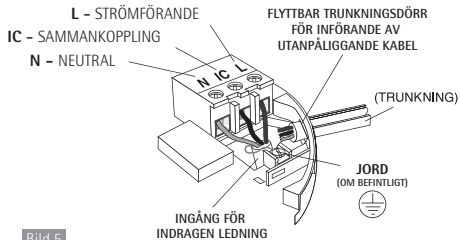

Bild 5
4. Om nätkablarna är försänkta, för in kablarna genom det bakre hålet i monteringsplattan som visas i bild 5.
- (a) placera monteringsplattan så att kabelkanalen hamnar så som visas i bild 5.